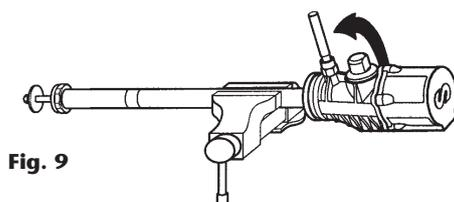

Fig. 9
- Séparer le corps du moteur d'air du tube d'aspiration à l'aide d'une tige filetée (voir fig. 9) et desserrer jusqu'à atteindre la butée. Dès lors, l'écrou prolongateur devrait être visible.